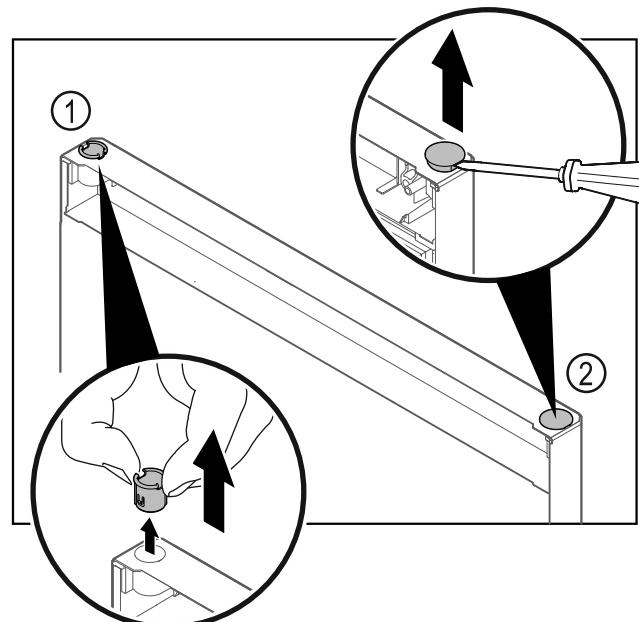

Fig. 24
- Nxirri jashtë bokullën e menteshës Fig. 24 (1) me gishta.
- Ngrini lart me kujdes tapën mbuluese Fig. 24 (2) me një kaçavidë me kokë petë dhe nxirreni jashtë.